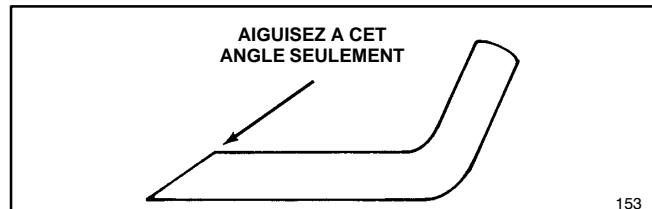

Figure 26
6. AIGUISAGE DE LA LAME—Au moyen d'une lime, aiguiser le bord supérieur de la lame en veillant à conserver l'angle de coupe original (Fig. 26). Limier la même quantité de métal sur chaque arête de coupe pour conserver l'équilibre de la lame.